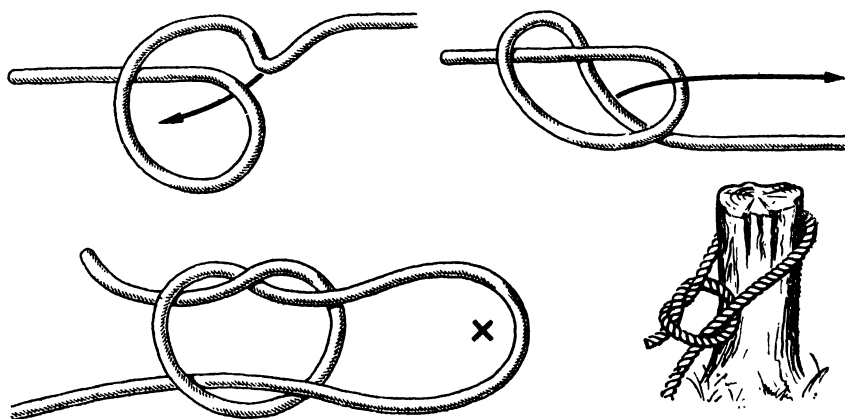

Рис. 82. Бегущий простой узел
**Бегущий простой узел** (рис. 82). Это самый простой узел, образующий затягивающуюся петлю. При тяге за коренной конец петля затягивается, но ее можно увеличить в размере, потянув за ходовой конец в сторону от петли. Узел можно завязать в любой части веревки. С его помощью можно затянуть мешок, связать тюк, прикрепить к чему-нибудь трос, зачалить лодку за сваю.
**Развязывающийся бегущий простой узел** (рис. 93). Бегущий простой узел (см. рис. 82) можно легко превратить в быстроразвязывающийся, не изменяя его функцию, т. е. пользуясь им как бегущим, а не как быстроразвязывающимся узлом. Для этого в его петлю нужно ввести ходовой конец, сложенный вдвое. В этом случае он будет обладать сразу двумя свойствами — затягиваться и быстро развязываться, если дернуть за ходовой конец, торчащий из петли. С помощью этого узла можно зачалить лодку за береговой пал таким образом, что при необходимости фалинь можно будет отдать, не выходя из лодки, дернув за ходовой конец, оставленный достаточно длинным. Это очень распространенный узел. Во всяком случае, во всем мире именно им привязывают лошадей за уздечку к привязи. Чтобы узел случайно не развязался, конец уздечки просовывают в петлю (рис. 93, б).